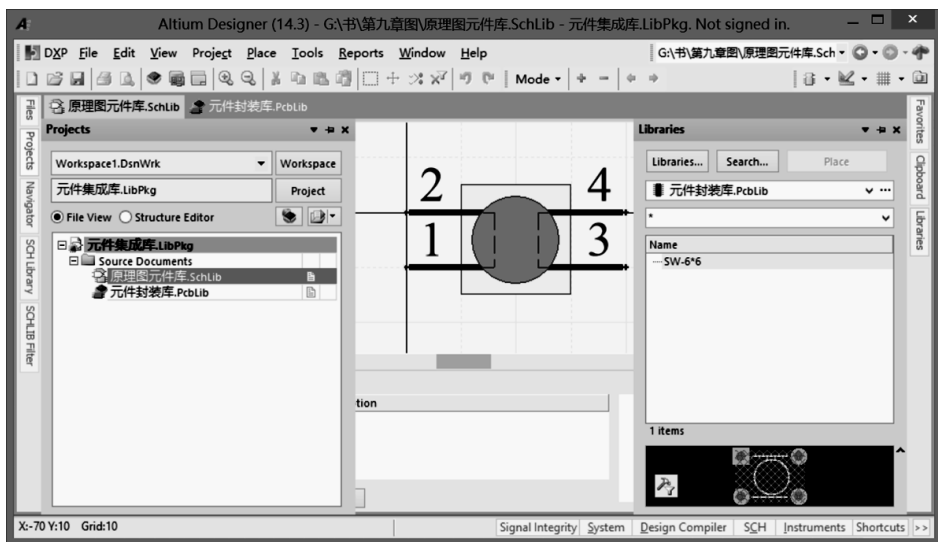

图 9-7-20 编译后的原理图符号
⑤ 编译集成库。在 Projects 标签中，右击“元件集成库.LibPkg”，在弹出的快捷菜单中选择 Compile Integrated Library 元件集成库.LibPkg。编译完成后，在目录下名为“Project Outputs for 元件集成库”的文件中就生成了“元件集成库.IntLib”集成库。打开 Libraries 面板，在库列表中所生成的库为当前库，在该列表下面，会看到每个元器件名称都对应一个原理图符号和一个 PCB 封装，如图 9-7-20 所示。